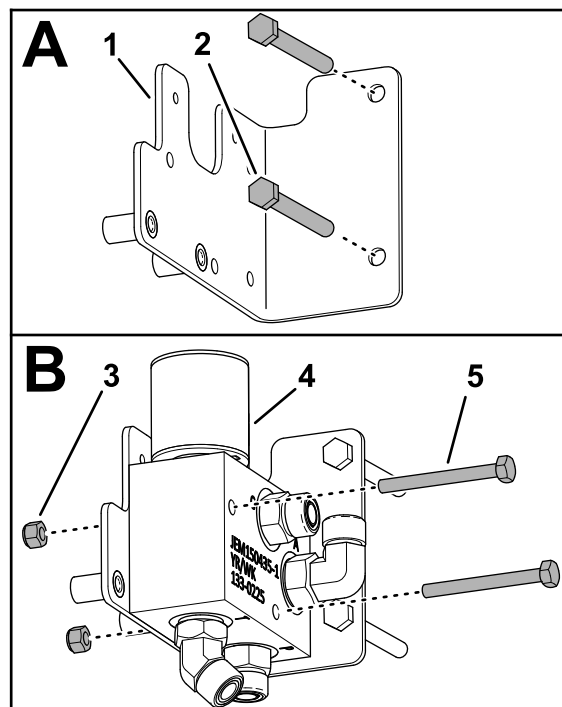

Bild 14
- Setzen Sie die Schrauben (5/16" x 2¾"), die Sie in Schritt 1 entfernt haben, durch die Löcher in der Halterung des Niedrigflussventils ein (Bild 14).